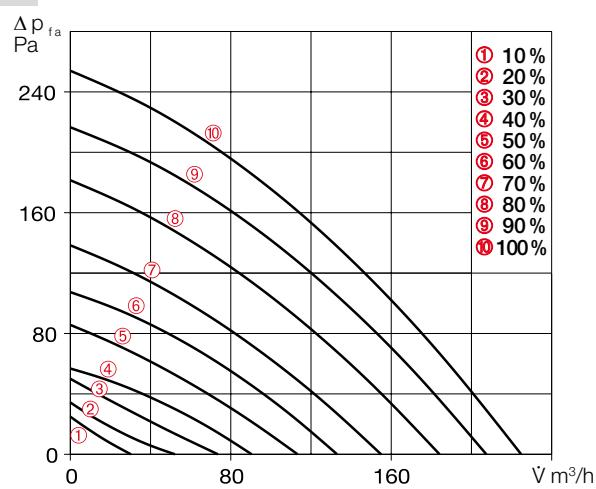
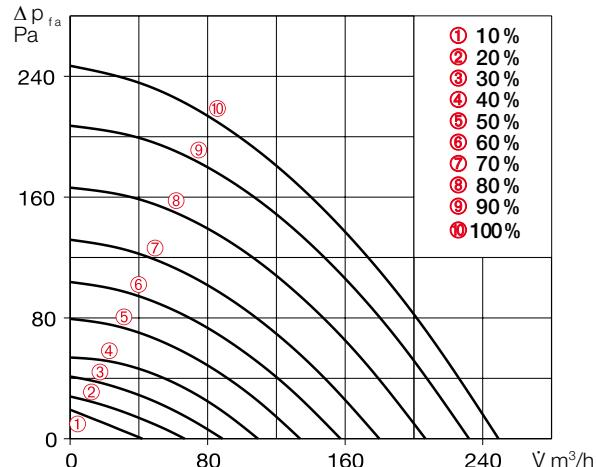
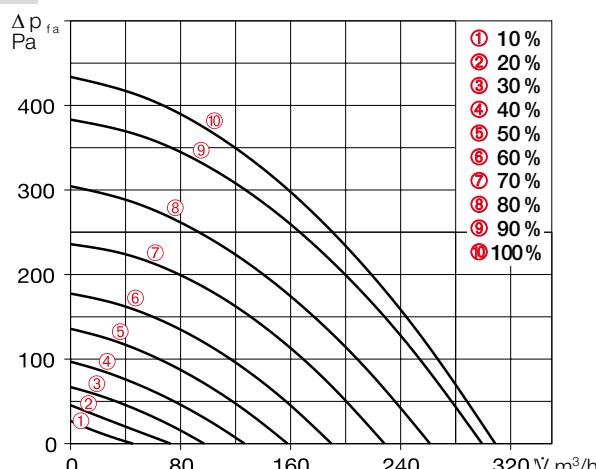
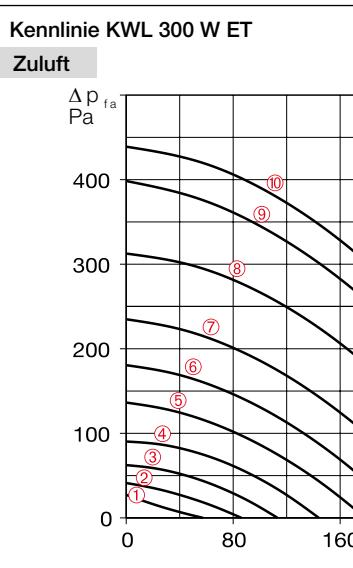

Abb. 22
Abb. 24
Abb. 26
Abb. 28
4. Die ermittelten Differenzdrücke der Zu- und Außenluftmessung in die Kennlinie des Gerätes für Zuluft (s. Abb. 22, Abb. 24, Abb. 26 und Abb. 28), entsprechend der im Lüftungsprofil hinterlegten Ventilatorleistungen, eintragen (vgl. Abb. 31 und Abb. 32).